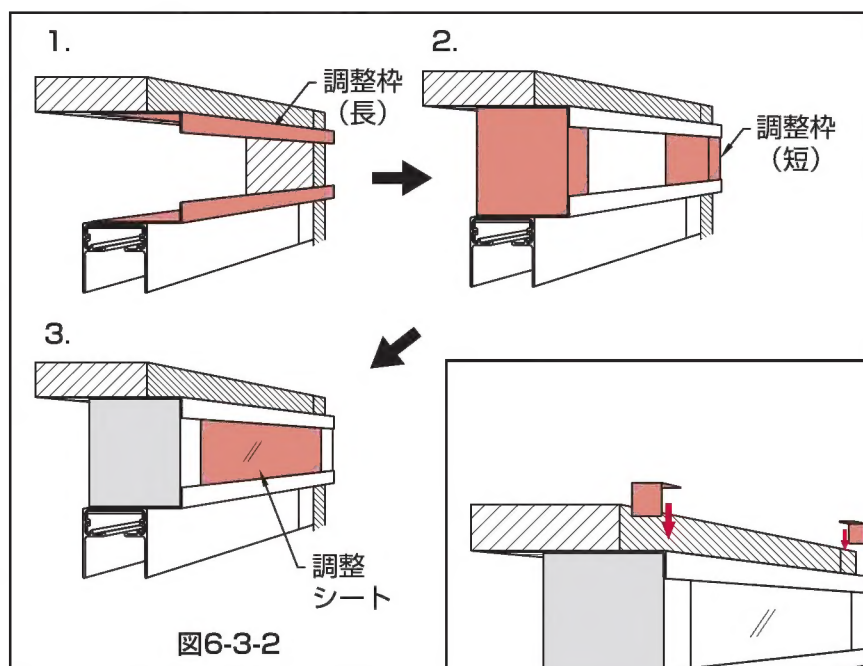

図6-3-2
② 調整枠のハクリ紙を2枚ともはがし、1. 調整枠（長）2. 調整枠（短）3. 調整シートの順に貼り付けてください。(図6-3-2)